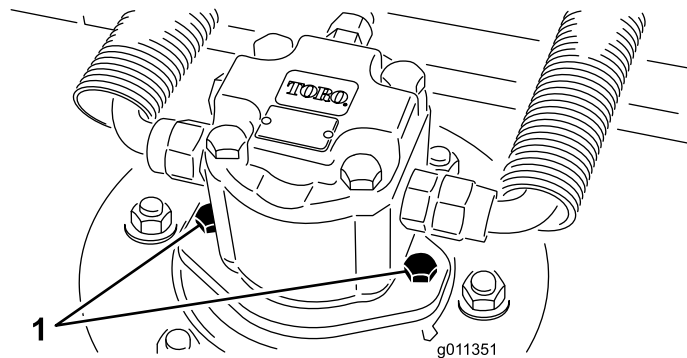

Bild 10
2. Klemmen Sie den Hydraulikmotor vom Mähwerk ab und entfernen ihn (Bild 10). Decken Sie die Spindeloberseite ab, um einer Verunreinigung vorzubeugen.
4. Montieren Sie den Hydraulikmotor am Mähwerk (Bild 10) Stellen Sie sicher, dass sich der O-Ring unbeschädigt in seiner Position befindet.